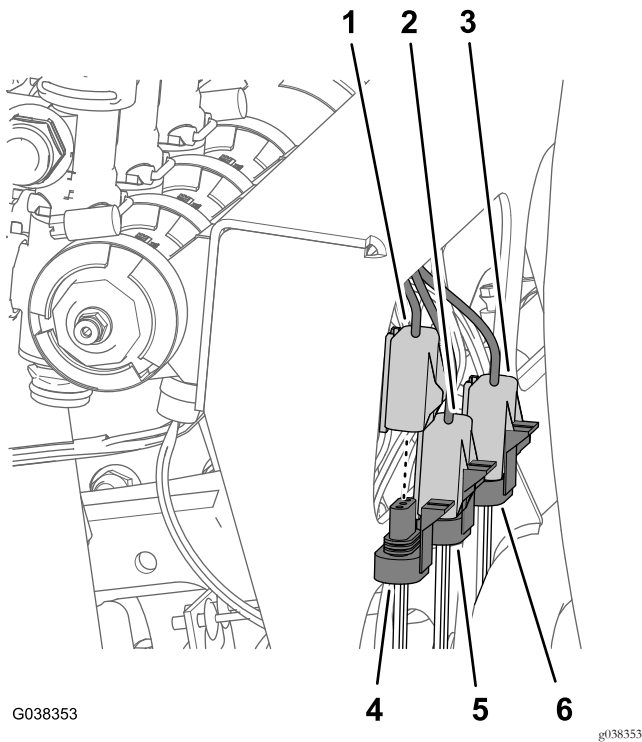

Figura 56
1. Collegare il cablaggio della valvola a 3 pin indicato come VALVOLA DI IRRORAZIONE SINISTRA al connettore a 3 prese per la valvola di irrorazione sinistra (Figura 56).
2. Collegare il cablaggio della valvola a 3 pin indicato come VALVOLA DI IRRORAZIONE CENTRALE al connettore a 3 prese per la valvola di irrorazione centrale (Figura 56).
3. Collegare il cablaggio della valvola a 3 pin indicato come VALVOLA DI IRRORAZIONE DESTRA al connettore a 3 prese per la valvola di irrorazione destra (Figura 56).